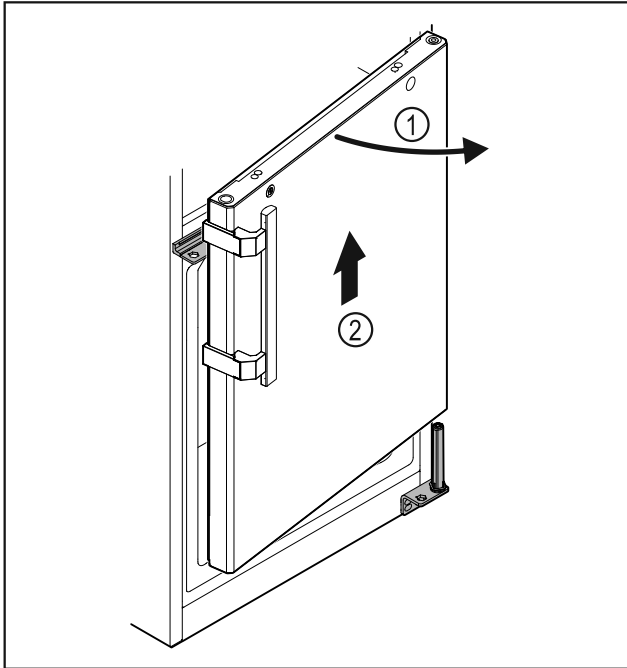

Fig. 33
- ▶ Отворете леко вратата Fig. 33 (1), повдигнете приблизително 200 mm право нагоре и я свалете Fig. 33 (2).